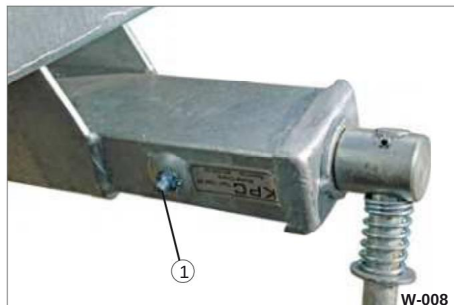

Fig. 8 Smørepunkt
• Aktiver spindelparkeringsbremsen flere gange, og rengør omhyggeligt smørestederne og smøreniplen (fig. 8/1) med en ren, tør klud.